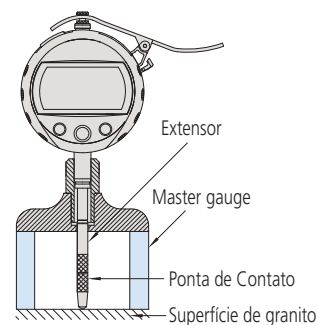

Fig. 3
7. Ao utilizar hastes de extensão, use um calibrador padrão (ou blocos padrão) para configurar o ponto de referência. **(Fig. 3)**